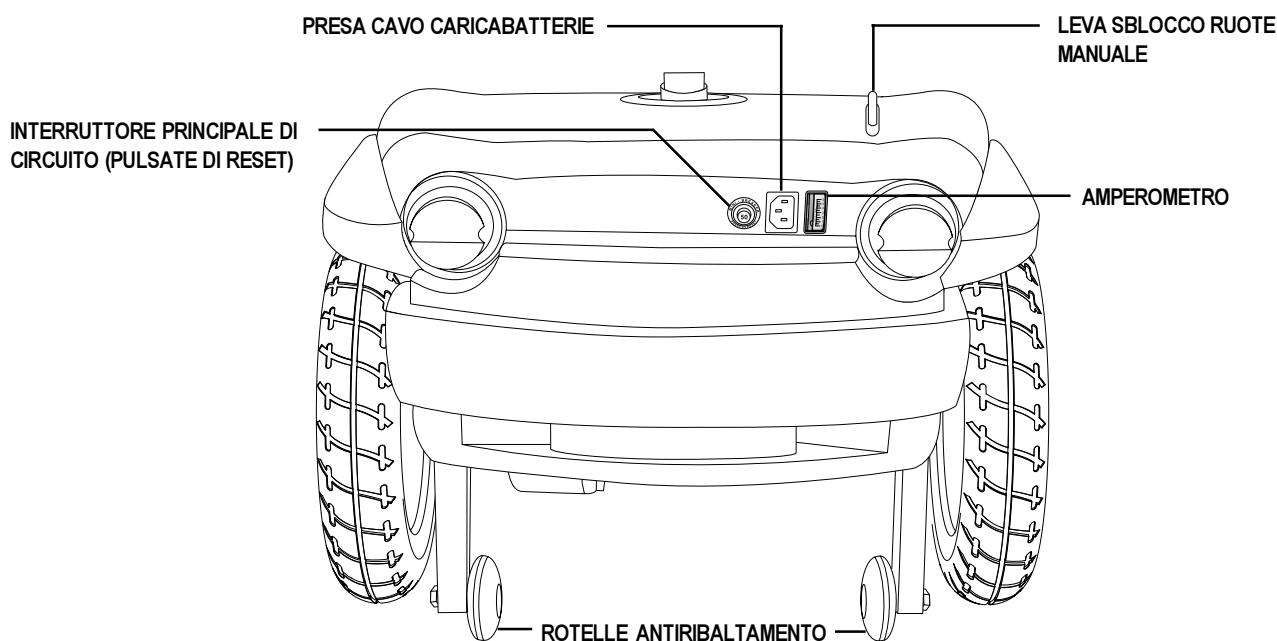

Figura 6. Retrotreno
Il caricabatterie a bordo (non illustrato), l'alloggiamento del cavo di alimentazione del caricatore, le batterie (non illustrate), l'interruttore del circuito principale (pulsante reset), la leva di sblocco ruote manuale, le rotelle antiribaltamento e il gruppo/motore/transasse (non illustrato) sono ubicati nella parte posteriore dello scooter. Vedere figura 6.
- Il pulsante di reset del circuito principale si trova accanto all'amperometro. Vedere figura 6.